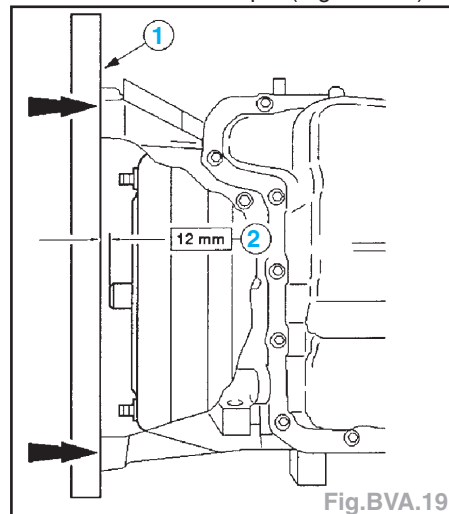

Fig.BVA.19
- Contrôler la profondeur de pose du convertisseur de couple (Fig.BVA.19) :